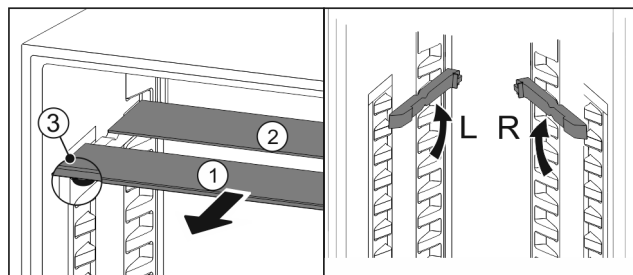

Fig. 29
- ▶ Træk glaspladerne ud enkeltvis fremad Fig. 29 (1).
- ▷ Glaspladen Fig. 29 (1) med pyntelisten ligger foran.
- ▷ Stoppene Fig. 29 (3) peger nedad.